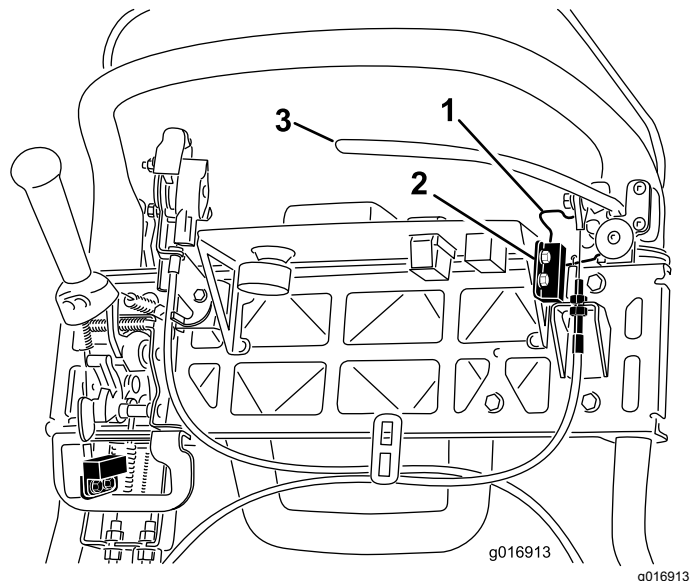

Рисунок 43
4. Ослабьте крепежные детали блокировочного выключателя (Рисунок 43).
5. Вставьте регулировочную прокладку толщиной 1,6 мм между фиксатором стояночного тормоза и блокировочным выключателем (Рисунок 43).
4. Для увеличения натяжения троса ослабляйте верхнюю контргайку троса и затягивайте нижнюю контргайку троса (Рисунок 43) до тех пор, пока усилие на рукоятке рычага тормоза, требуемое для отпускания фиксатора стояночного тормоза, не составит 156 Н. Не допускайте чрезмерного натяжения троса, иначе ленточный тормоз может прихватывать.